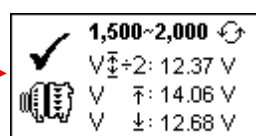
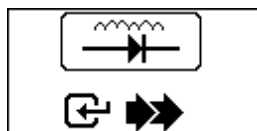

Fig.47
Fig.50
10. Mantenere il motore da circa 1.500 a 2.000 giri/min, facendo riferimento al contagiri del cruscotto, come mostrato nell'esempio (Fig. 47) Attendere il termine del conto alla rovescia da 10s a 0s. Non appena terminato il conto alla rovescia, i risultati verranno automaticamente visualizzati come esempio mostrato di seguito (Fig. 47).
12. Continuare dal test precedente (Fig. 47, 48 o 49); entro cinque secondi, l'analizzatore procederà automaticamente al test di ondulazione a diodi. Il display mostrerà come sotto (Fig.50).